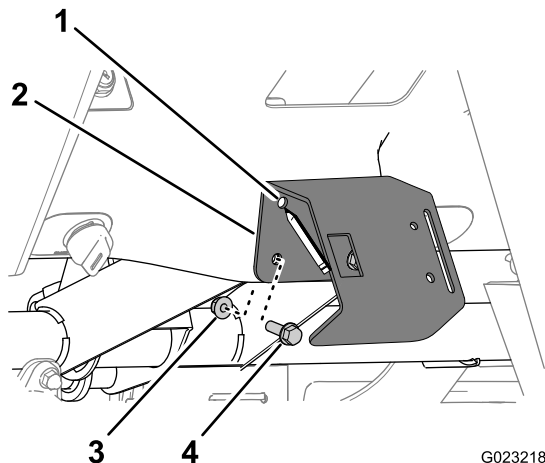

Figura 17
2. Allineate i 3 fori della staffa dell'acceleratore a mano con i 3 fori della plancia (Figura 17).
3. Fissate la staffa dell'acceleratore a mano alla plancia con i 3 bulloni flangiati (5/16 x 1 pollici) e i 3 dadi flangiati e serrate a mano (Figura 17).
4. Tracciate il contorno del foro in alto a destra nella staffa dell'acceleratore a mano sulla plancia (Figura 17).
1. Allineate i fori sulla staffa dell'acceleratore a mano con i fori sulla plancia (Figura 17).
2. Fissate la staffa dell'acceleratore a mano alla plancia con i 4 bulloni flangiati (5/16 x 1 pollici) e i 4 dadi flangiati (Figura 17).